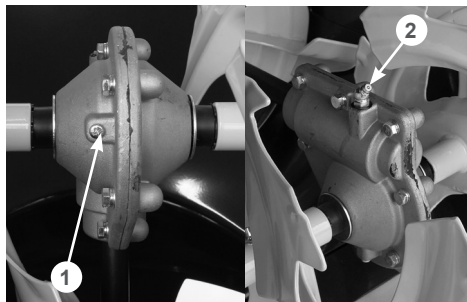

Рис. 39. Добавление смазки в редуктор
1. Очистите от загрязнений винт 1 в нижней части редуктора, пресс-маслёнку 2 и корпус редуктора вокруг них (Рис. 39).
3. Выкрутите винт 1 в нижней части редуктора и подложите под нижнее отверстие в редукторе кусок ветоши (Рис. 39).
4. Установите наконечник шприца на пресс-маслёнку 2 и начните заправлять смазку в редуктор (Рис. 39).